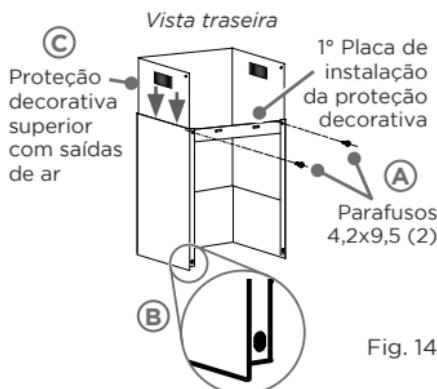

Fig. 14
- Fixe a primeira placa de instalação na Proteção decorativa inferior com dois parafusos 4,2x9,5 ("A" - Fig. 14).
Observe o detalhe em ambos os lados na parte inferior da Proteção decorativa inferior ("B" - Fig. 14), o lado com este detalhe deverá ficar voltado para baixo.
- Encaixe com cuidado a proteção decorativa superior por dentro da proteção inferior ("C" - Fig. 14).